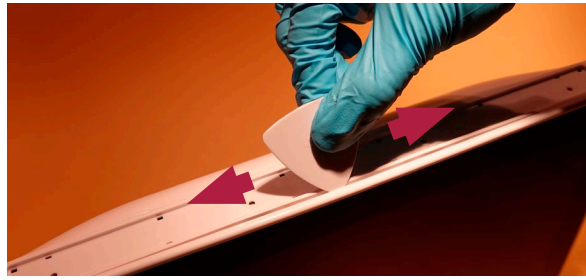

Abbildung 7 Lösen der rückseitigen Verkleidung mit dem Plektron-Werkzeug
- f) **Entfernen Sie die rückseitige Verkleidung (Abbildung 7)**